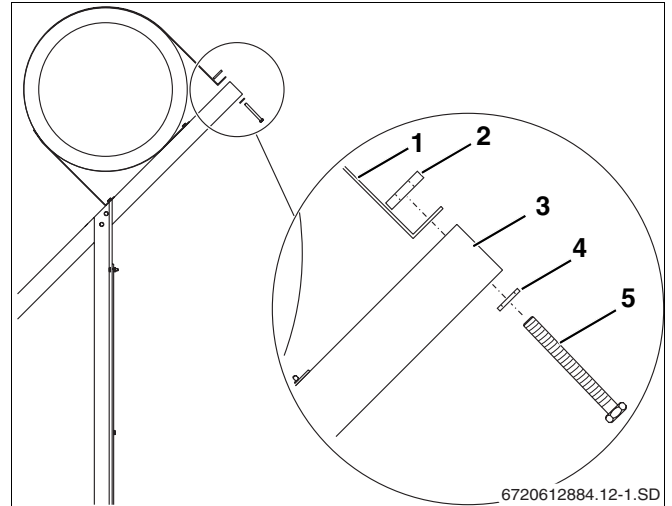

fig. 11 Fixar a cinta de aperto
- ▶ Aparafusar a cinta de aperto (fig. 11, **item 1**) com o apoio 45° (fig. 11, **item 3**), parafuso M8 x 200 (fig. 11, **item 5**), anilha (fig. 11, **item 4**) e placa roscada (fig. 11, **item 2**).
- ▶ Introduza o parafuso M8 x 200 (fig. 11, **item 5**) a partir de baixo (não a partir de cima) através do apoio e da cinta de aperto.
- ▶ Apertar o parafuso (fig. 11, **item 5**) até que a cinta de aperto encoste completamente no termoacumulador, contudo não o deformando.